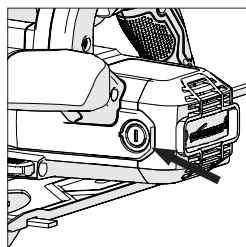

Abb. 17
- Entfernen Sie die Plastikkappen an der Rückseite des Motorgehäuses. **(Abb. 17)** Gehen Sie vorsichtig vor; die Kappen sind federbelastet.